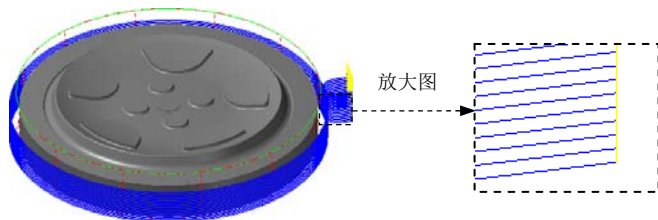

图 15.15 刀具路径
Step7. 单击“2D 刀具路径-外形铣削”对话框中的  按钮，完成参数设置，此时系统将自动生成图 15.15 所示的刀具路径。